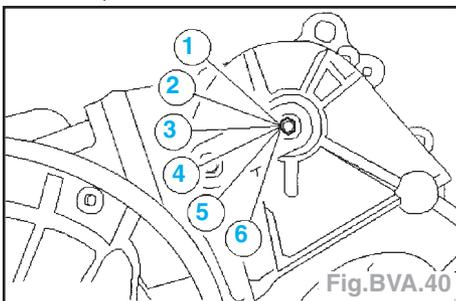

Fig.BVA.40
- Mettre en place le capteur de sélection de transmission (TR) et poser les boulons sans les serrer.
**Nota :** Selon besoin, mettre le levier de commande manuelle en position «N» pour le réglage du capteur TR (Fig. BVA.40).